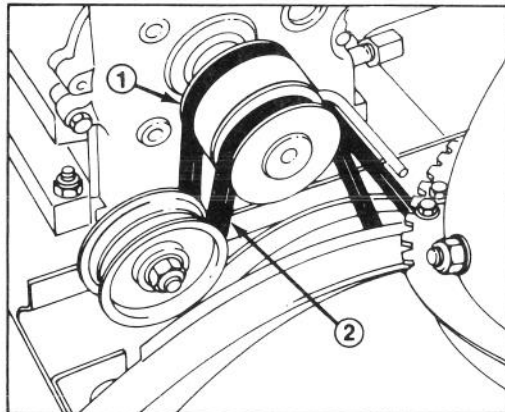

Abbildung 24
Ist der Antriebsriemen (Abb. 24) abgenutzt, verzogen, verölt oder anderweitig defekt, muß er erneuert werden.
4. Den neuen Keilriemen auf die große Räumwerk/Gebläse-Riemenscheibe (Abb. 24) legen und so über die Motorriemenscheibe ziehen, daß er innerhalb der Spannrolle und Riemenführung zu liegen kommt (Abb. 24).
5. Die Schneefräse wieder gerade stellen und den Fahrtriebsriemen von der Motorriemenscheibe und von der großen Fahrtriebsriemenscheibe abnehmen (Abb. 24).
6. Den neuen Keilriemen auf die große Fahrtriebsriemenscheibe legen (Abb. 24). Dann so über die Motorriemenscheibe ziehen, daß er innerhalb der Spannrolle und Riemenführung zu liegen kommt (Abb. 24).